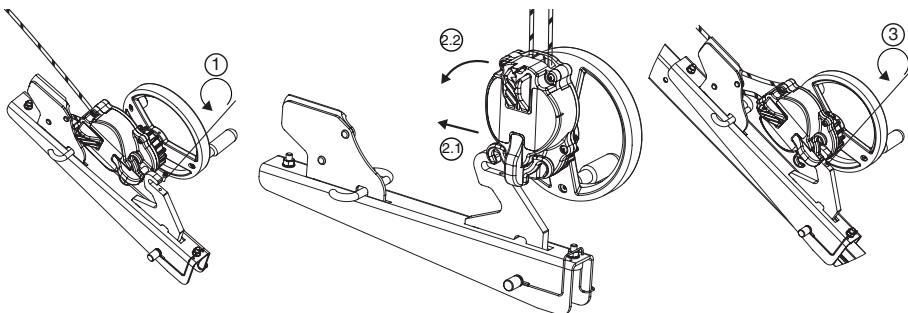

Рис. 8
6.3.4. Устройство Derope™ UP R (рис. 8, 9 и 10)
Устройство Derope™ UP R устанавливается на опоре треноги tracpode марки Tractel®, как показано на рис. 8. Крепление устройства иным способом и в иной части треноги tracpode марки Tractel® запрещено.
1. Отвинтите запорный винт на крюке, с помощью которого кронштейн крепится к устройству Derope™ UP R (рис. 8, 1).
2. Установите устройство Derope™ UP R, нацепив его на крепежный крюк (рис. 8, 2.1–2.2).
3. Вновь затяните запорный винт, чтобы предотвратить отсоединение устройства от кронштейна (рис. 8, 3), и убедитесь в том, что винт установлен и затянут надлежащим образом.